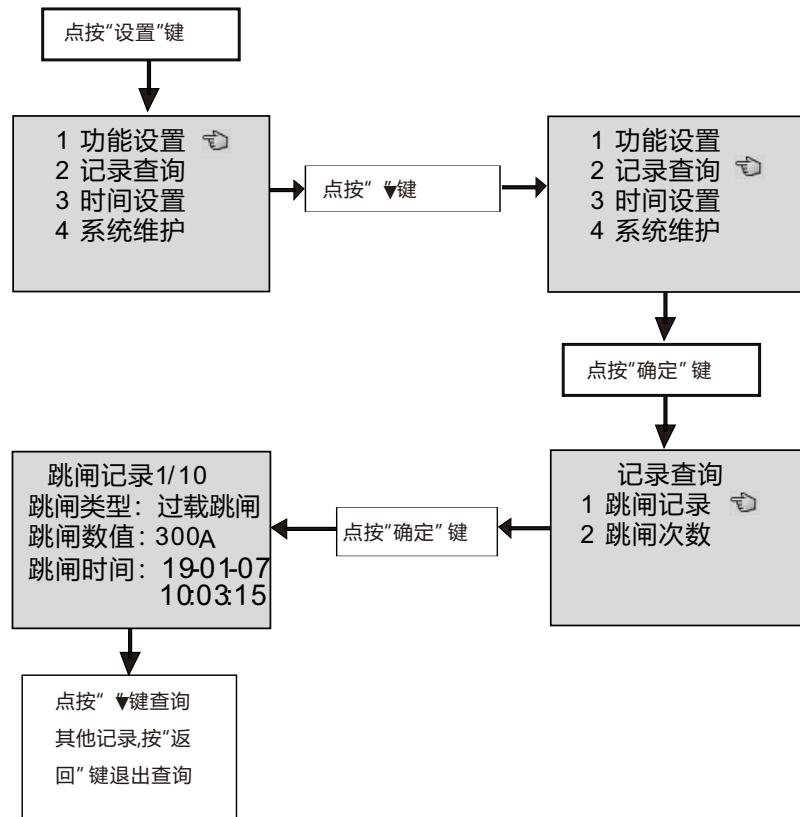

图18 查询跳闸记录 (1)
例如查询"跳闸记录： (1) "，在断路器正常运行情况下，按"设置"键进入功能菜单，按"向下"键选择到"记录查询"菜单，其他操作如下图18所示。查询完跳闸记录后，通过点按"返回"键可返回上一级菜单。